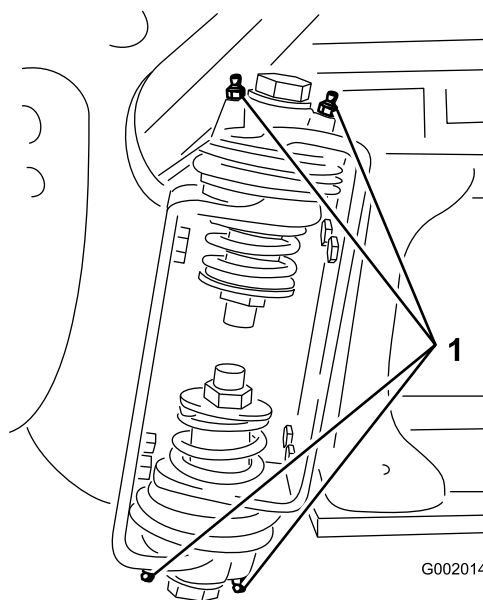

Figura 70
2. Pompate del grasso nel raccordo di ogni cuscinetto o boccola (Figura 70).